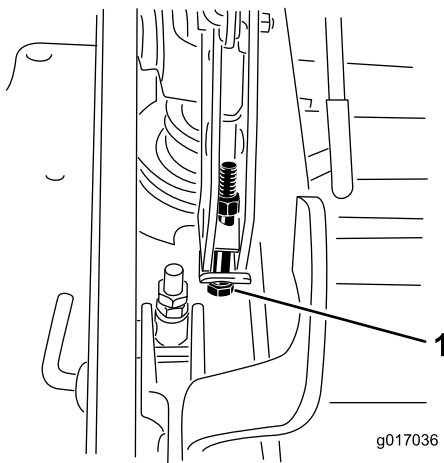

Figure 92
13. Si le tablier est trop bas, serrez le boulon de réglage monopoint dans le sens horaire. Si le tablier est trop haut, desserrez le boulon de réglage monopoint dans le sens antihoraire (Figure 92).